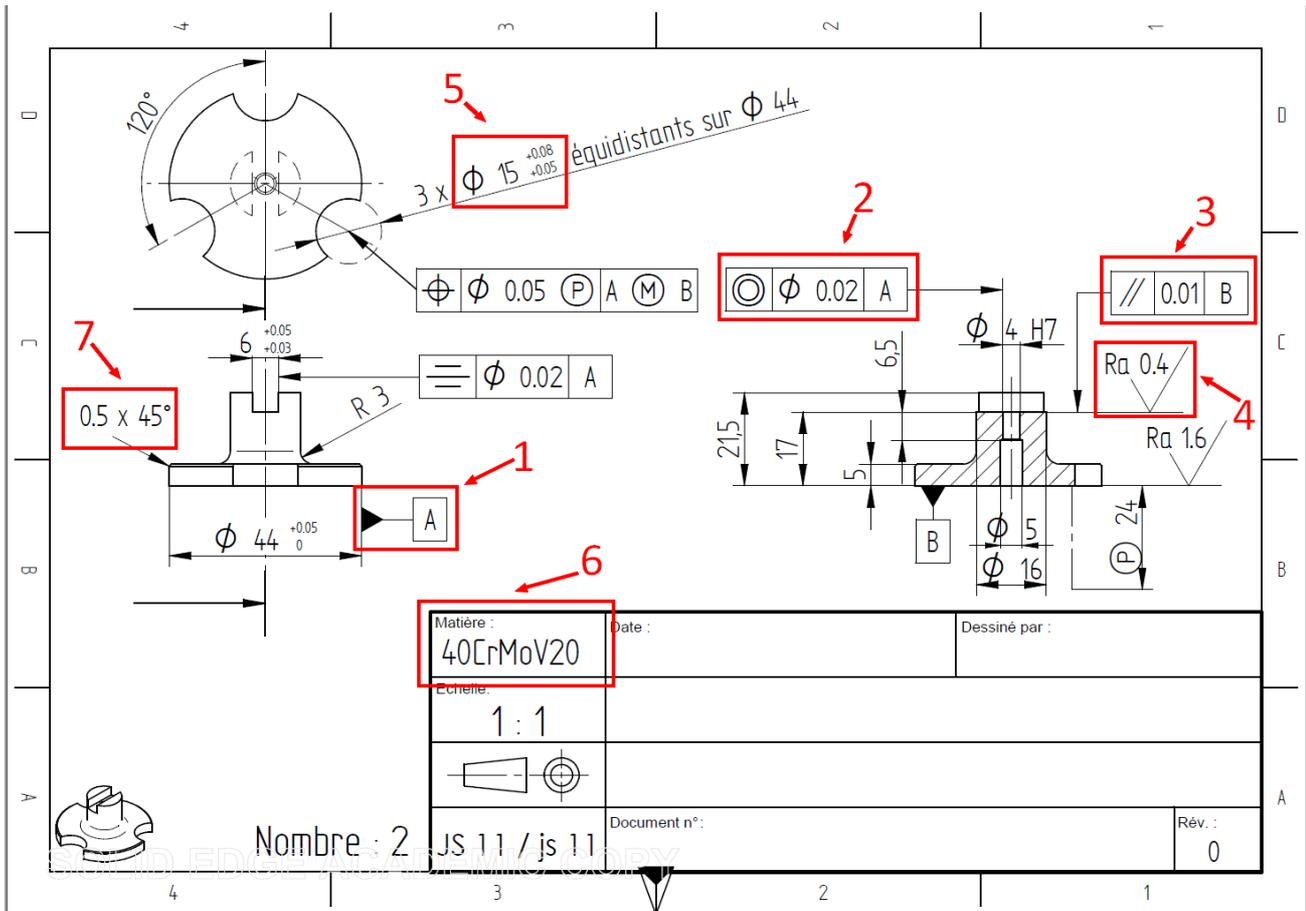

Fig. 5 : Porte échantillon
**Question :** Commenter les « encadrés » repérés de 1, 2, 4 et 5 de la figure 5.